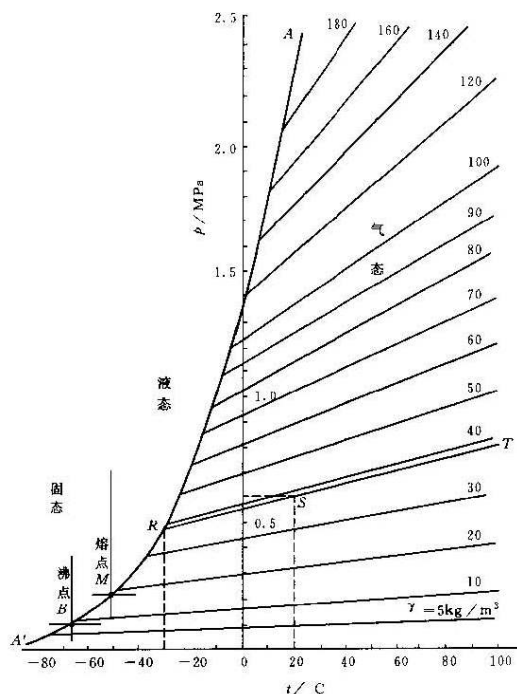

图 1 SF₆ 气体压力、温度特性
1.6.2.2.2 SF₆ 气体在容积一定情况下的压力、温度特性。详见图 1。